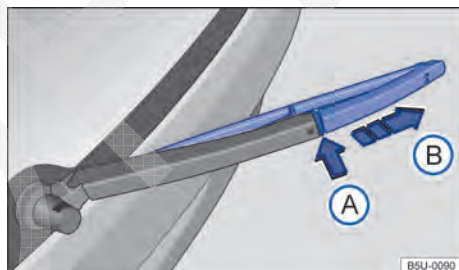

Fig. 144 Substituir a palheta do limpador do vidro traseiro.
- Manter a tecla de destravamento → Fig. 144 ① pressionada e, ao mesmo tempo, retirar a palheta dos limpadores do para-brisa no sentido da seta.
- Retirar a palheta do limpador do vidro traseiro no sentido da seta ②.